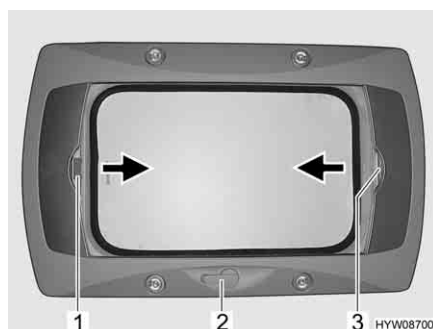

Fig. 37 Oblò a manovella
- Ruotare la manovella (Fig. 37,2) fino a quando non si incontra resistenza.
- Tirare la tendina oscurante pieghevole per la maniglia (Fig. 37,3) nella direzione della freccia fino alla posizione desiderata e rilasciare. La tendina oscurante pieghevole rimane in questa posizione.
- Tirare la zanzariera a rullo per la maniglia (Fig. 37,1) nella direzione della freccia verso la maniglia contrapposta della tendina oscurante pieghevole (Fig. 37,3) e farla innestare.
- Tirare la maniglia della zanzariera a rullo (Fig. 37,1) dietro, verso l'alto, e sganciare la zanzariera a rullo dalla tendina oscurante pieghevole (Fig. 37,3).